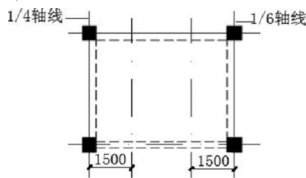

图 5.51 偏移生成梁的轴线
(1) 用【偏移】命令将 1/4 轴线向左偏移 1500mm, 1/6 轴线右偏移 1500mm, 结果如图 5.51 所示。
(2) 用【对象特性管理器】将图 5.51 中的轴线的【线型比例】修改为“0.5”。